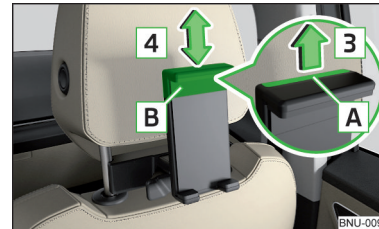

Abb. 127 Haltergröße anpassen
- Zur **Anpassung der Haltergröße** die Sicherungslasche **A** in Pfeilrichtung **3** herausziehen und den Teil **B** in Pfeilrichtung **4** in die gewünschte Position verschieben » Abb. 127.